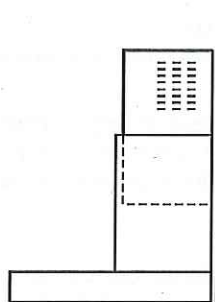

fig.13
3. Les cheminées doivent être installées de telle sorte à ce que les grilles d'aération situées sur la cheminée supérieure se trouvent en position haute (fig. 13).